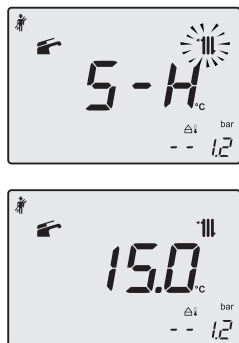

Figura 7.14
- Utilizzare il tasto 10 per cambiare questo valore in **15** e successivamente premere il tasto 13 per confermare. Sul display appare **S-H** alternato alla temperatura potenza massima assoluta (Figura 7.14).